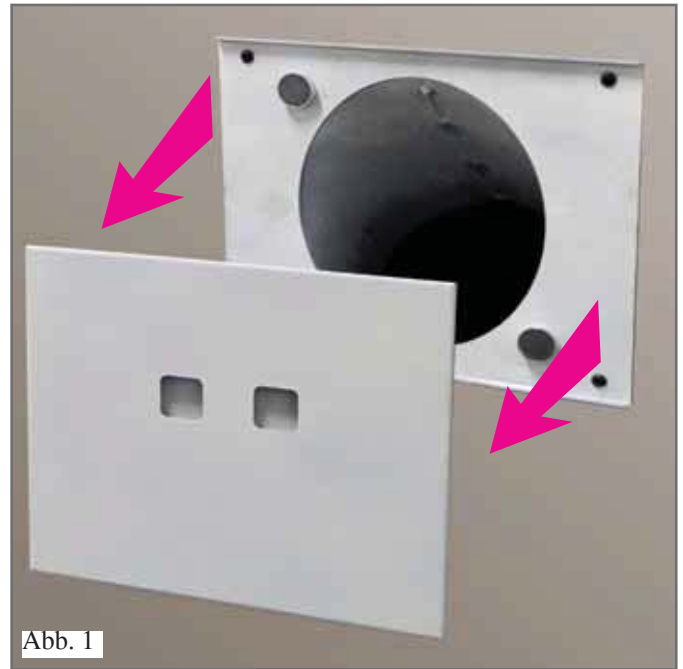

Abb. 1
1) Die beiden senkrechten Wände gemäß Abb. 1 zusammenbauen.
INSTALLATION DER BEFÜLLUNGSÖFFNUNG MIT Klappe (Abb. 1 und 2).